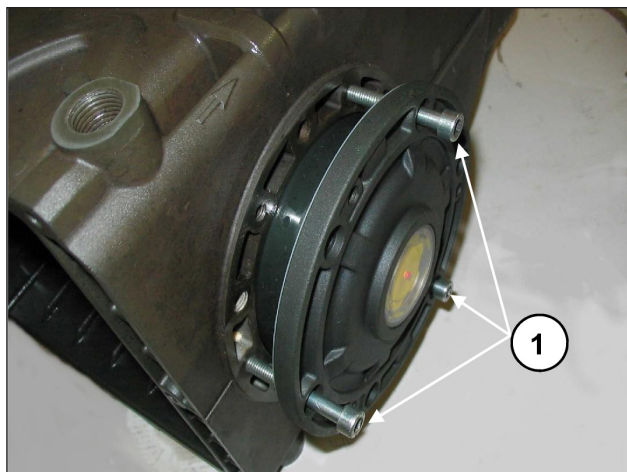

Fig. 8
Pour faciliter l'emboîtement du premier tronçon et la mise en place correspondante des couvercles sur le carter, il est conseillé d'utiliser 3 vis M6 x 40 partiellement filetées, (Fig. 8, rep. ①) et de compléter l'opération avec les vis fournies (M6x18).